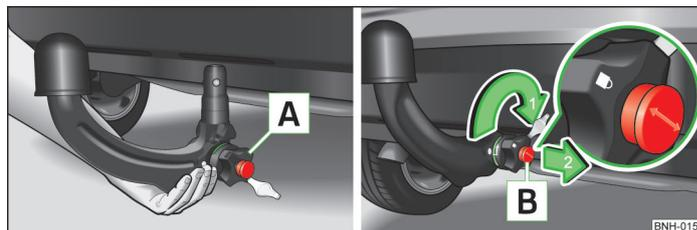

Abb. 8 Kugelstange einsetzen / Schloss verriegeln und Schlüssel abziehen
- › Die Kugelstange von unten fassen » Abb. 8 und in den Aufnahmeschacht bis zum hörbaren Einrasten einsetzen » !.